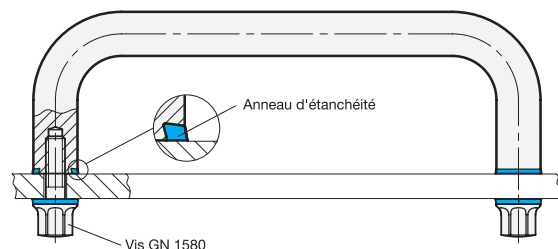

Fig. 2
- montée sur la face arrière avec un raccord vissé de conception hygiénique (fig. 2).